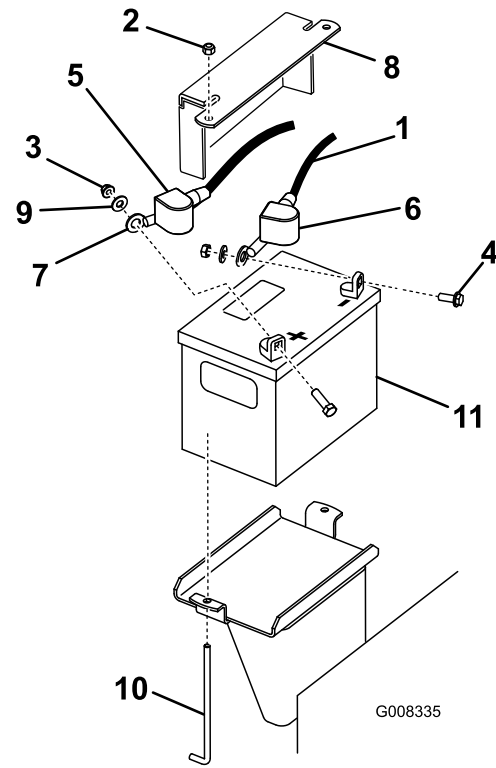

Figura 39
3. Levante la cubierta de goma negra del cable negativo. Desconecte el cable negativo del borne negativo (-) de la batería (Figura 39).
4. Retire la cubierta de goma roja del borne positivo (rojo) de la batería, y luego retire el cable positivo (rojo) (Figura 39).
5. Retire la pletina de sujeción, los pernos en J y las contratuercas que sujetan la batería (Figura 39), y retire ésta.
1. Coloque la batería en la máquina (Figura 39).
3. Conecte primero el cable positivo (rojo) al borne positivo (+) de la batería con una tuerca, una arandela y un perno (Figura 39). Deslice la cubierta de goma sobre el borne.
4. Luego conecte el cable negativo y el cable de tierra al borne negativo (-) de la batería con una tuerca, una arandela y un perno (Figura 39). Deslice la cubierta de goma sobre el borne.